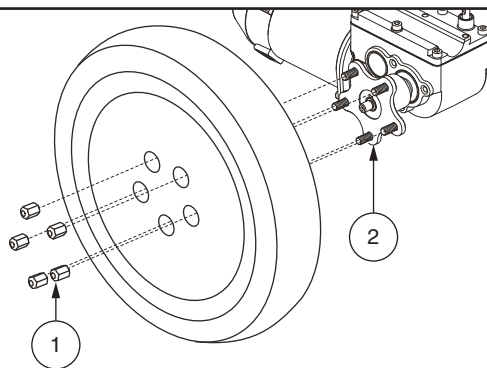

Figure 17. Enlèvement de la roue motrice Q6 Edge 2.0
4. Retirez les cinq (5) écrous de roue du moyeu. **Voir la figure 17.**